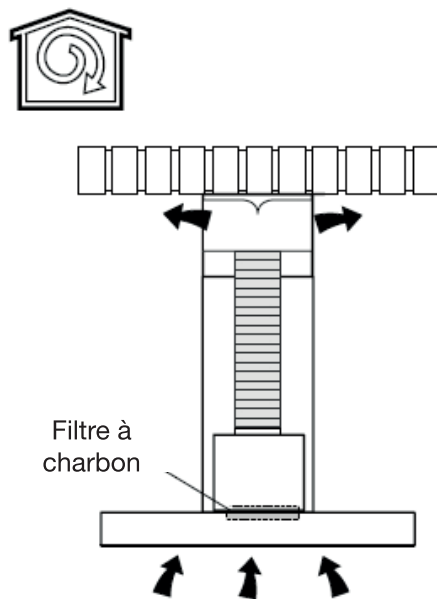

Figure 2
- soit en version RECYCLAGE (figure 2) (configuration d'usine).
Utilisation en version recyclage (figure 2)